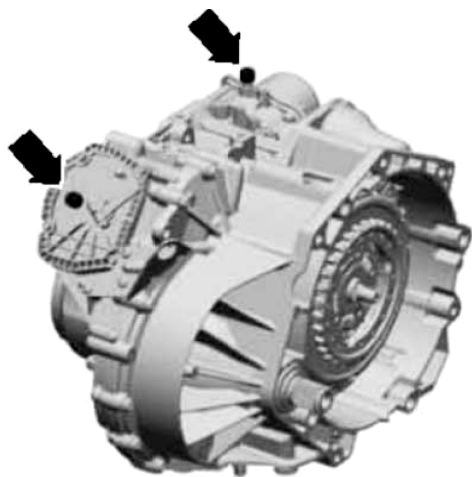

图 4-2-5 密封开口
- 9) 拔出通气塞并用合适的堵头封闭变速器通气口箭头，以免泄漏变速器油，如图 4-2-5 所示。